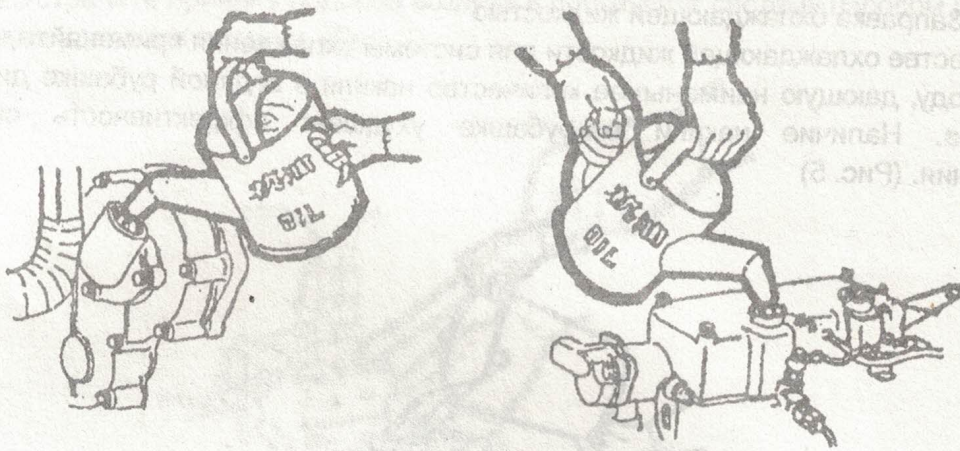
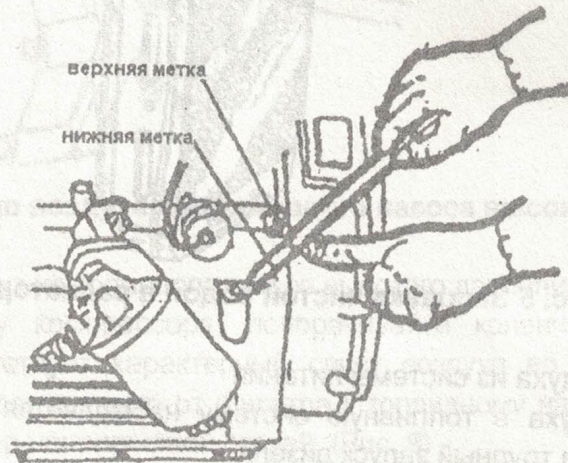

Рис. 2 Заправка смазочными материалами
Рис. 3 Определение уровня масла в картере дизеля
4.1.2.1 Масло в картер дизеля заливайте через отверстие для заливки масла, уровень масла в картере должен быть по верхнюю метку на маслоизмерителе. (Рис. 2 и Рис. 3)